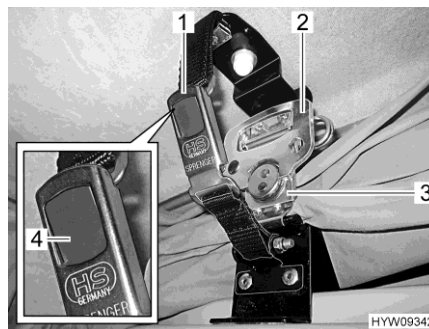

Bild 41 Verriegelung (Schlafdach)
- Auf beiden Seiten Schnellspannschloss (Bild 41,3) nach unten ziehen und in Halteplatte einhängen.
- Jeweils Griff (Bild 41,2) am Schnellspannschloss ausklappen und eine halbe Umdrehung im Uhrzeigersinn drehen.
- Jeweils die beiden Teile des Schnappschlosses (Bild 41,1) zusammenstecken. Der graue Druckknopf (Bild 41,4) rastet ein.